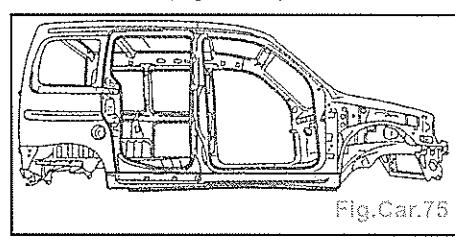

Fig.Car.75
- Appliquer une couche d'antigravillonnage : référence C4 (Fig.Car.75).